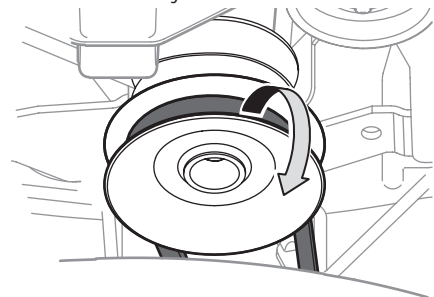

Figure 31
4. Dégagez la courroie de la prise de force de la poulie motrice du tracteur. Voir la Figure 31.
3. Dégagez la courroie de la poulie d'entraînement de la p. d. f., comme à la Figure 31. Roulez un côté de la courroie pour la dégager de la poulie, puis continuez jusqu'à ce qu'elle soit complètement dégagée de la poulie.
9. Faites passer la courroie du plateau de coupe dans le support du guide de courroie, puis sur la poulie d'entraînement de la prise de force comme à la Figure 31.